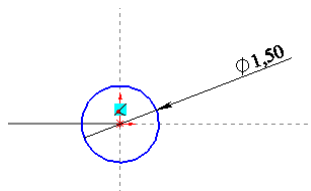
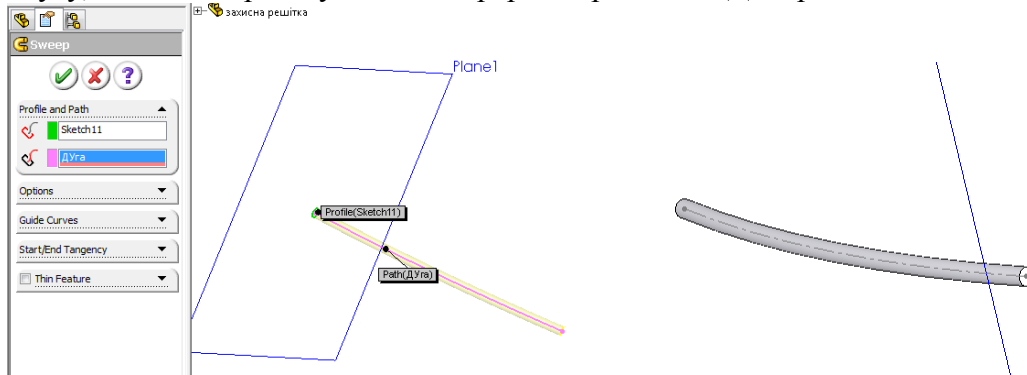

Рис. 6.2.5. Ескіз перерізу
Рис. 6.2.6. Створення витягування
6. У створеній площині нарисуйте ескіз перерізу на рис. 6.2.5, прив'язавши центр до кінцевої точки дуги.
7. Запустіть інструмент ВИТЯГИВАННЯ ПО ТРАЕКТОРИИ (SWEEP). У якості шляху укажіть дугу, ескіз для протягування – переріз на рис. 6.2.5 Див. рис. 6.2.6.